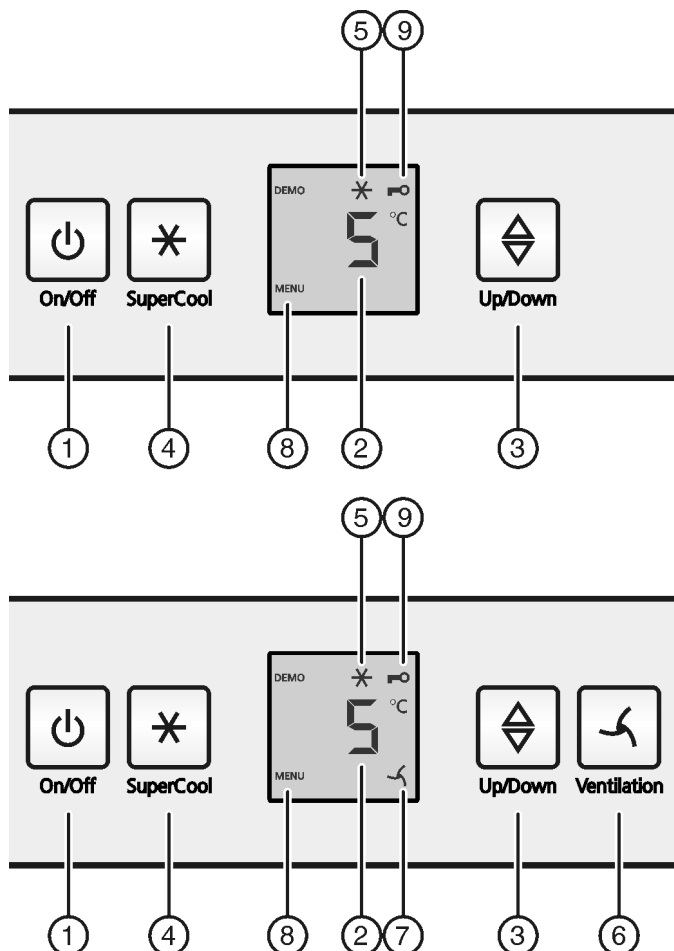

Fig. 2
- ▶ Нажать кнопку On/Off Fig. 2 (1).
- ▶ Нажмите кнопку «SuperCool» Fig. 2 (4) и удерживайте ее прим. 5 секунд.
- ▷ На индикаторе будет отображаться символ «Меню» Fig. 2 (8).
- ▶ Для подтверждения нажать и отпустить кнопку «SuperCool» Fig. 2 (4).
- ▷ На индикаторе горит символ «Защита от детей» Fig. 2 (9).
- ▶ Нажать и отпустить кнопку «On/Off» Fig. 2 (1).
- ▶ Активация модуля регулировки температуры: нажмите кнопку настройки *Fig. 2 (3)*.
- ▶ Температура изменяется с шагом в 1 °C: нажимайте кнопку настройки *Fig. 2 (3)* до тех пор, пока на индикаторе температуры не будет высвечиваться требуемая температура.
- ▶ Коротко нажмите кнопку SuperCool *Fig. 2 (4)*.
- ▷ На индикации горит символ SuperCool *Fig. 2 (5)*.
- ▷ Символ SuperCool *Fig. 2 (5)* на индикации гаснет.
- ▶ Коротко нажмите кнопку "Вентиляция" *Fig. 2 (6)*.
- ▷ Символ Вентиляция *Fig. 2 (7)* горит.
- ▷ Символ Вентиляция *Fig. 2 (7)* не горит.